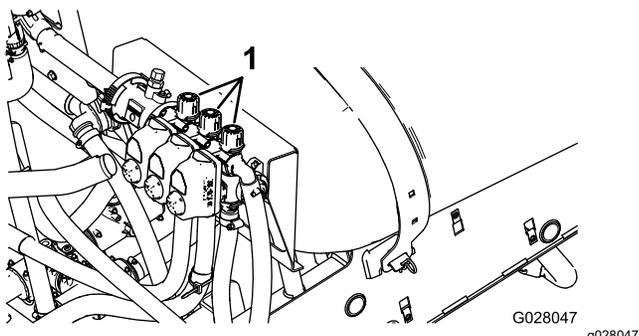

図 22
4. 右ブームバイパスノブ 図 22 を使って、先ほどと同じ水圧一般的には 2.75Bar = 2.8kg/cm² = 40psi に調整する。
6. 中央ブームバイパスノブ 図 22 を使って、先ほどと同じ水圧一般的には 2.75Bar = 2.8kg/cm² = 40psi に調整する。